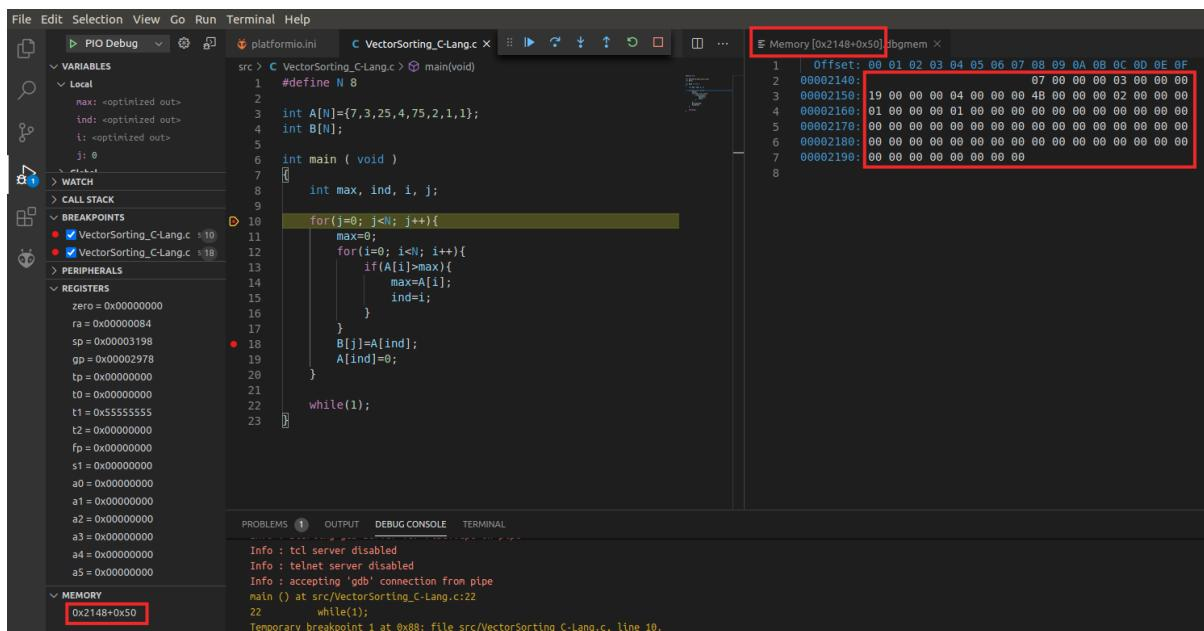

图73. 数组A和数组B的存储器显示 – 初始状态
4. 现在在第18行放置另一个断点，并通过单击继续执行（参见图73）。打开“Memory”（存储器）显示（如LedsSwitches程序部分所述，图55），从地址0x2148（该地址为此程序的存储器中用于存储向量A的地址）开始显示0x50个字节（参见图73）。可以查看向量A（范围为0x2148-0x2167）和B（范围为0x2178-0x2197）的初始值。